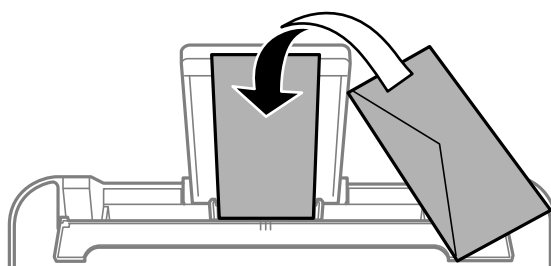

Рисунок 2.7 – Завантаження конверта у задній лоток
- завантажити, маркою в низ короткий край конверту у центральну частину підтримки паперу (рисунок 2.7);